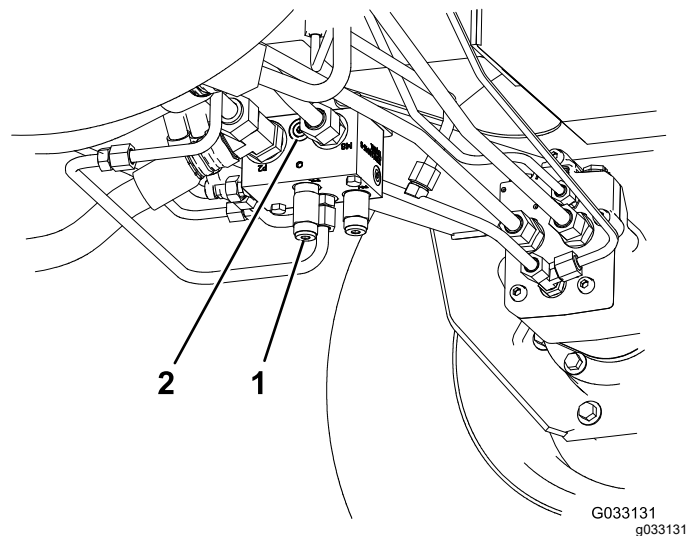

図 43
- 後部走行マニホルドのポート M8 と P2 との間にあるマークなしのポートに故障診断用フィッティングを取り付ける 図 43。